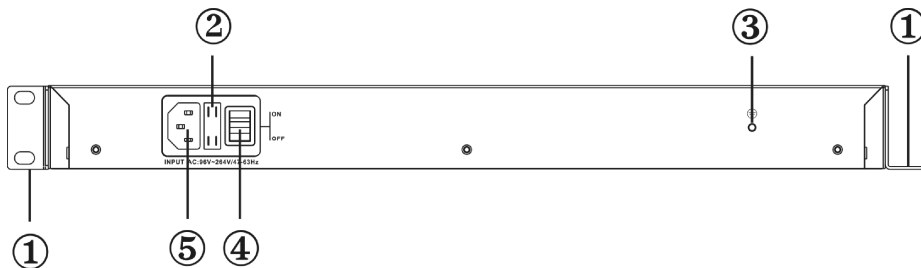

Рисунок 2 – Задняя панель изделия
- Подключите кабель сетевой (входит в комплект поставки) к разъему питания 96...264 В (см. рисунок 2).
- Включите изделие посредством выключателя сетевого (см. рисунок 2).
- Проверьте состояние и номинал установленного предохранителя (см. рисунок 2)